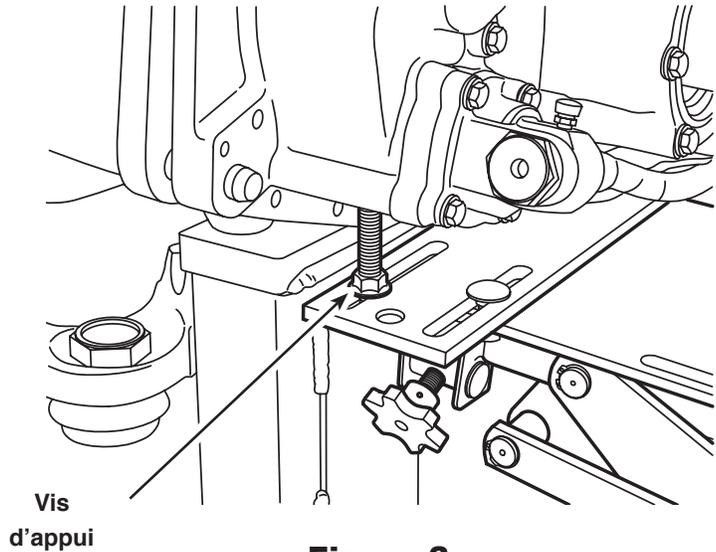

Figure 3
7. Introduisez l'écrou à collet supérieur situé sur la vis d'appui dans la partie inférieure du filetage jusqu'à ce que cette dernière touche le boîtier. Voir Figure 3.